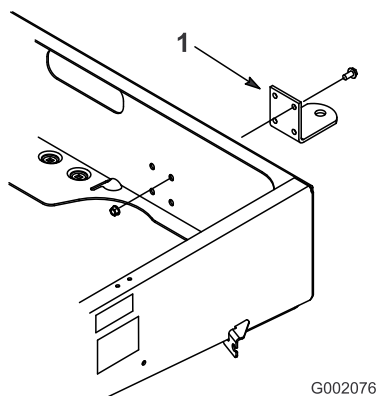

Figura 7
2. Alinhe o engate pelos orifícios de montagem no chassi. Fixe o engate com os parafusos e as porcas (Figura 7).